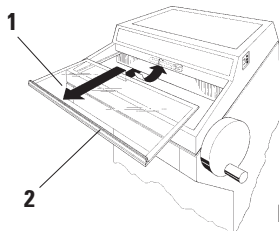

Bild 30
- När fönstret är stängt tar du tag i handgreppet och lyfter fönstret något. Dra sedan fönstret utåt och framåt (**fig. 30**) - se **“9.3.6 Byta ut lampan”**.